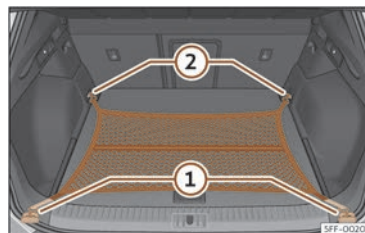

Fig. 190 Dans le coffre à bagages : filet accroché au niveau du plancher.
- Fixez les crochets du filet aux œillets d'amarrage >>> fig. 190 ① et ② >>> ⚠. La fermeture à glissière du sac doit rester vers le haut.